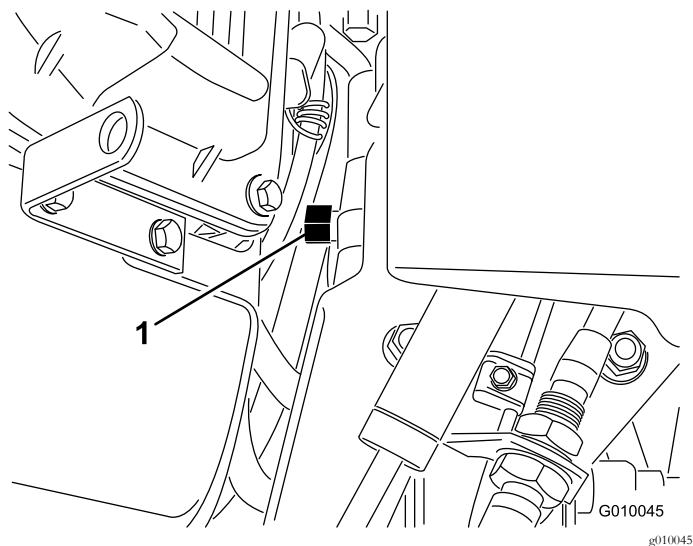

图30
2. 找到发动机与静液压泵之间的旁通阀图30。
3. 使用 16mm 扳手将旁通阀逆时针旋转 1 圈。这样可以使液压油从泵旁通过令车轮可以转动图30。
5. 要再次操作打孔机请将旁通阀顺时针旋转 1 圈图30。